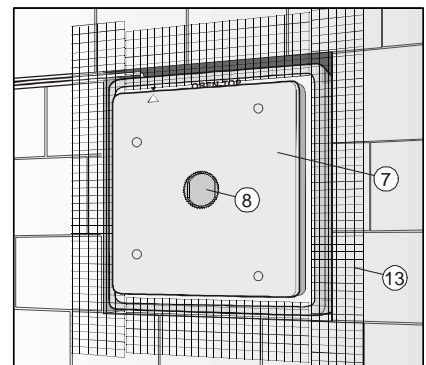

Abb. 6
Darauf achten, dass die Schutzkappe (8) im Putzschutzdeckel (7) eingesteckt ist. Putzgitter (13) innen auf Mauerkasten und Mauerwerk anbringen. **Achtung!** Diese Maßnahme ist notwendig, damit eine Rissbildung im Putz vermieden wird. Innenputz aufbringen. (Abb. 6)